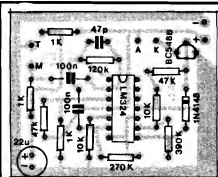

Fig.3
- FIG. 3 - "CHAPEADO" DA MONTAGEM - A placa, agora vista pelo seu lado não cobreado, mostra todos os principais componentes já devidamente posicionados, funcionando a figura como um eficiente "guia" de montagem ao Hobbyista. É só respeitar cada código, posição, valor e polaridade para que as inserções fiquem todas corretas e a montagem seja levada a bom termo... Os pontos mais importantes referem-se às posições do Integrado (extremidade marcada voltada para a localização do resistor de 120K), do transistor (lado "chato" voltado para a posição do resistor de 47K), do diodo (extremidade de **catodo** indicada pela faixinha ou anel em cor contrastante) e a polaridade do capacitor eletrolítico (nitidamente demarcada). Quanto aos demais componentes, o essencial é não "trocar as bolas", ou seja: observar com atenção os valores em função das localizações... Como sempre recomendamos, as soldagens devem ser feitas com ferro de baixa "wattagem", ponta fina, utilizando também solda de baixo ponto de fusão, evitando-se excessos ou falhas da liga da solda nos pontos e juntas... Depois de tudo devidamente inserido e soldado, cada ponto, componente, valor, polaridade, posição, etc., deve ser conferido, para só então serem "amputados" os excessos de terminais, pelo lado cobreado...